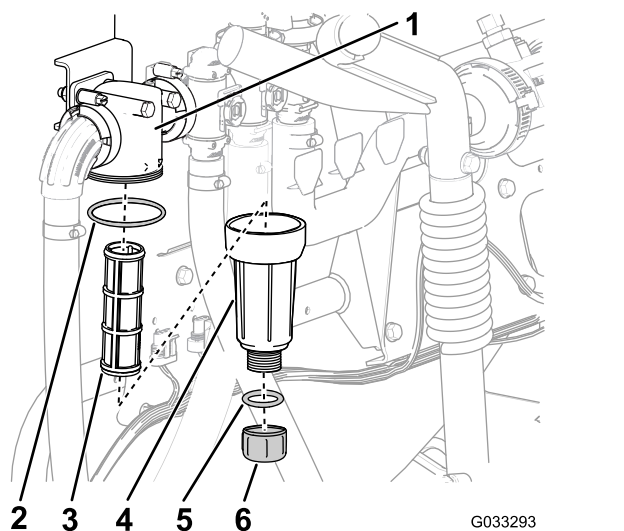

Figura 61
- Posicione uma bandeja de drenagem embaixo do filtro de pressão (Figura 61).
3. Gire o bujão de drenagem no sentido anti-horário e remova-o do copo do filtro de pressão (Figura 61).
4. Gire o copo no sentido anti-horário e remova da cabeça do filtro (Figura 61).
5. Remova o elemento do filtro de pressão antigo (Figura 61).
6. Verifique o anel "O-ring" do bujão de drenagem (localizado dentro do copo) e o anel "O-ring" do copo (localizado dentro da cabeça do filtro) quanto a danos e desgaste (Figura 61).
7. Instale o novo elemento do filtro de pressão na cabeça do filtro (Figura 61).
8. Instale o copo na cabeça do filtro e aperte manualmente (Figura 61).
9. Instale o plugue no copo e aperte manualmente (Figura 61).